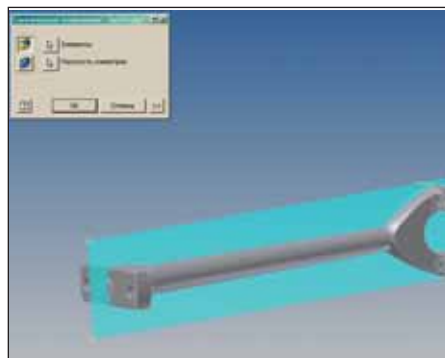

Рис. 57
74. Выбрать инструмент *Симметрия* , выбрать из браузера в качестве элемента *Отверстие 1* и *Отверстие 2*, а в качестве плоскости симметрии — *Плоскость XY*, нажать *OK* (рис. 57 и 58).